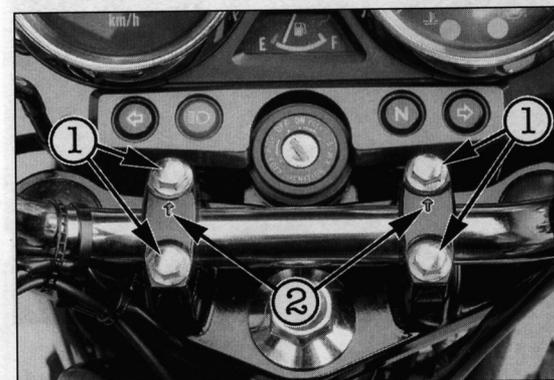

Bild 75
- Befestigungsschrauben der Lenkerklemmböcke (Bild 75) ausdrehen und obere Klemmbockhälften abnehmen.
- Lenker in untere Klemmbockhälften legen und obere Hälften mit Pfeilmarkierungen  Bild 75 in Fahrtrichtung aufsetzen.